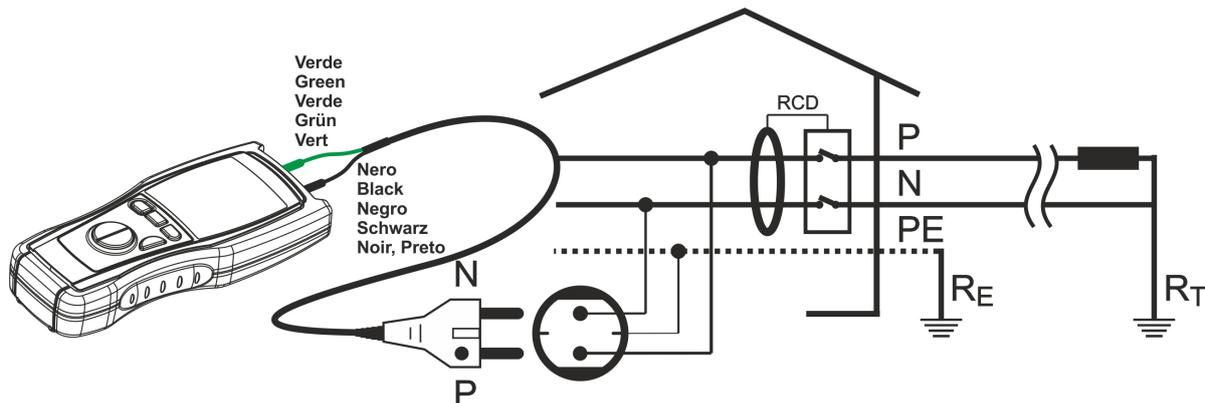

Fig. 13: Conexión de los terminales del instrumento en prueba  $R_a$
6. Inserte el cable shuko en una toma de corriente (ver Fig. 13). En la figura está representado el conexionado con cable shuko